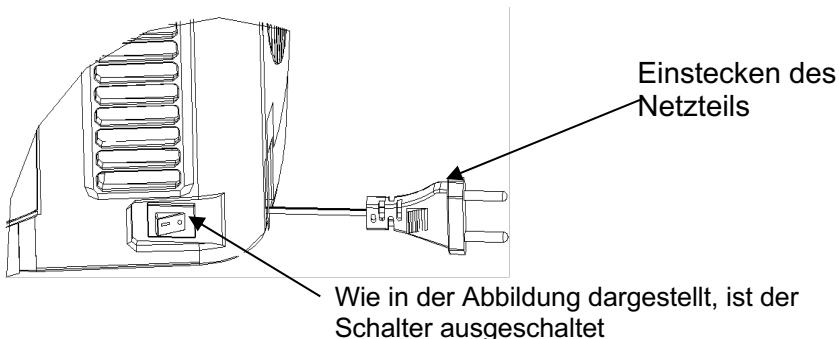

Abbildung 10
- Decken Sie die obere Abdeckung ab (Einzelheiten finden Sie auf dem Etikett auf der oberen Abdeckung). Stellen Sie den Netzschalter auf "-", um die Stromversorgung den Bierkühler zu starten und sie beginnt zu arbeiten (stellen Sie den Netzschalter auf 0, um die Stromversorgung auszuschalten) (wie in Abbildung 10 dargestellt).